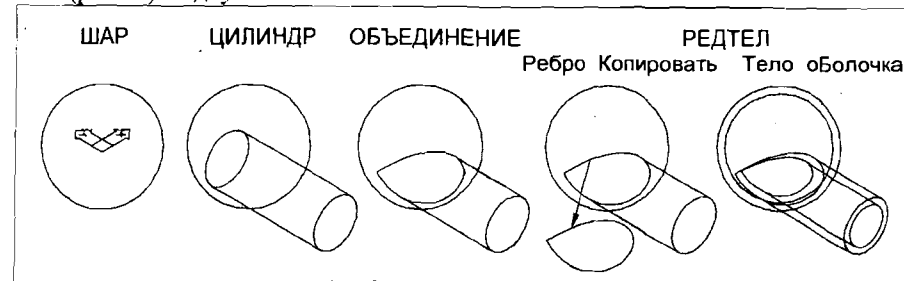

Рис.34
1. Командой ШАР (SPHERE) построить шар с центром в начале координат (рис.34). Радиус: 32.